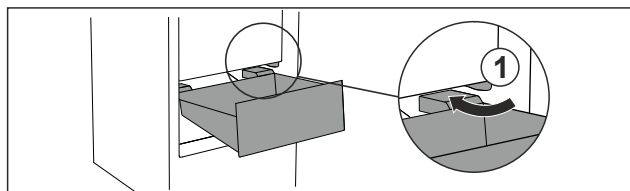

Fig. 73
- ▶ Ghidați sertarul oblic în jurul opritorului Fig. 73 (1).